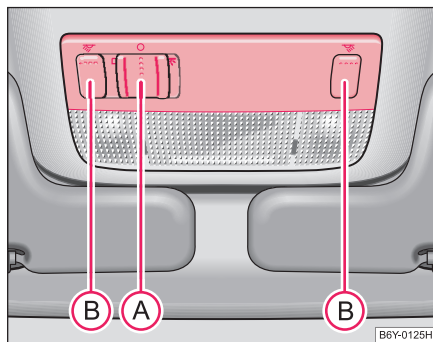

Fig. 34 Secțiune din tavan: Iluminarea interiorului față
- Apăsați întrerupătorul (A) ⇒ Fig. 34, spre dreapta în poziția ☞.